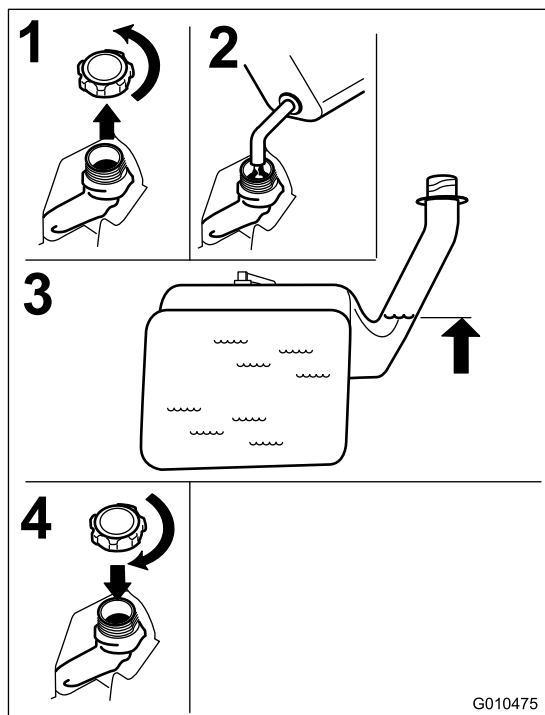

Bild 12
2. Füllen Sie **langsam** bleifreies Normalbenzin ein, bis die Unterseite des Einfüllstutzens erreicht ist Bild 12.